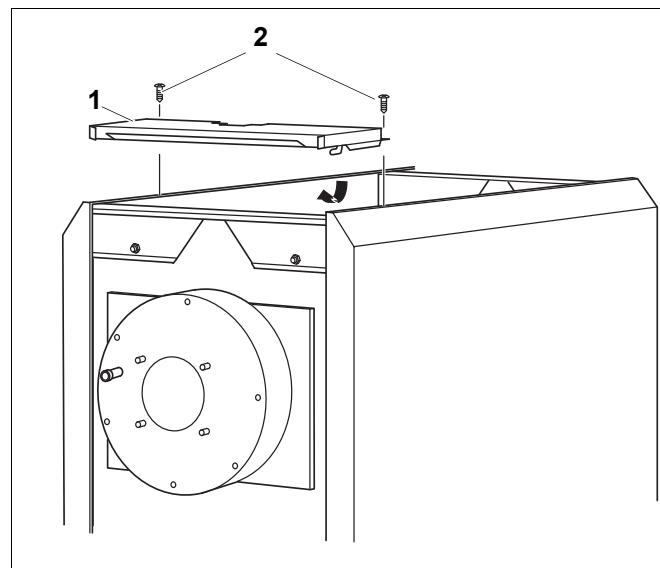

Рис. 16 Установка передней крышки котла
- Уложите переднюю верхнюю крышку котла (рис. 16, поз. 1) сверху на отбортовку боковых стенок и сдвиньте вперед до защелкивания крюков справа и слева в вырезах
- Закрепите переднюю крышку котла, для чего вставьте в отверстия на планке передней крышки 2 самореза (рис. 16, поз. 2) и заверните их в отбортовку боковых траверс